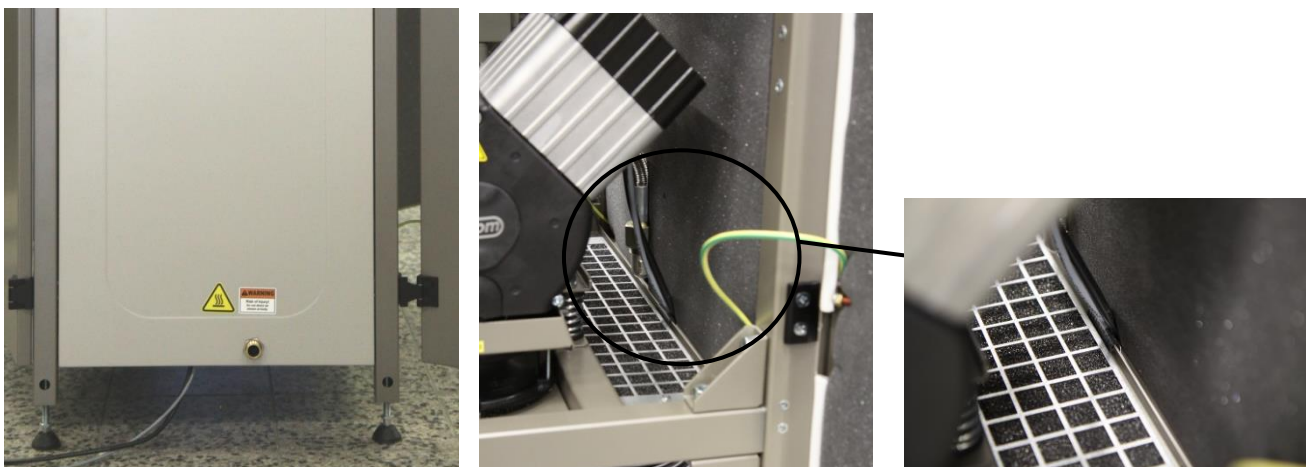

Рис.12
- Подключите модуль компрессора к датчику В1, расположенному на ресивере, с помощью кабеля W23, заканчивающегося соединителем с клапаном (рис. 12, рис. 14).